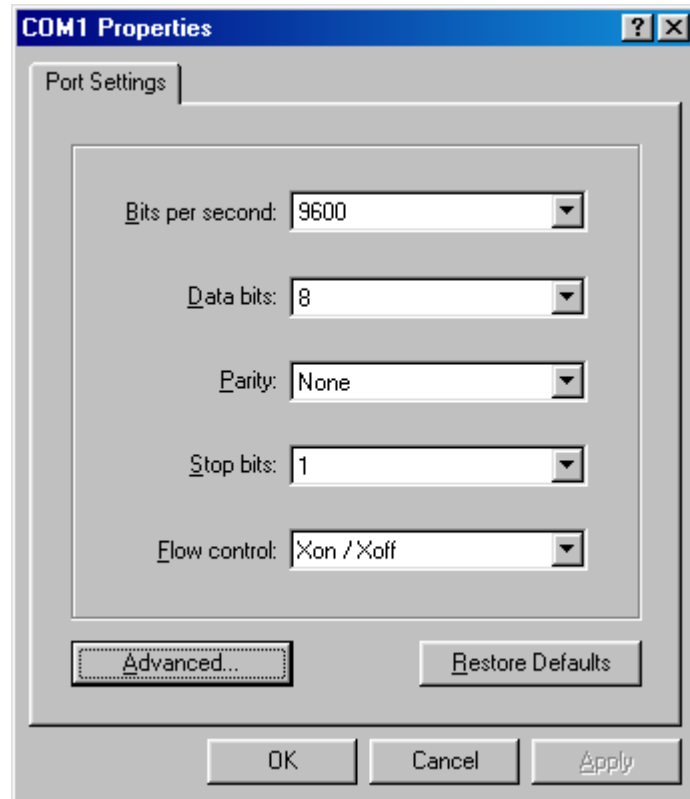

FIGURE 4 Boîte de dialogue Propriétés COM1 de Microsoft Windows™
- e. Choisissez exactement les paramètres indiqués à la FIGURE 4, puis cliquez sur OK.**